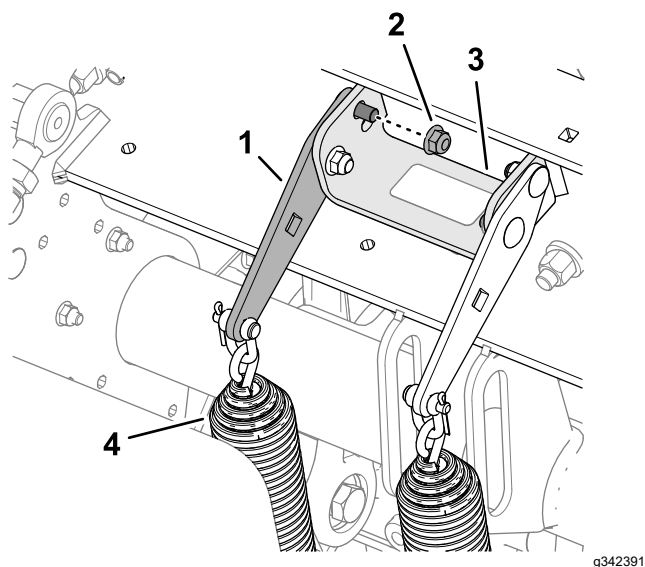

Figura 109
2. Afloje la contratuerca con arandela prensada delantera y el perno de cuello cuadrado que fijan la placa de tensión del muelle al soporte de sujeción del cabezal de perforación (Figura 109).